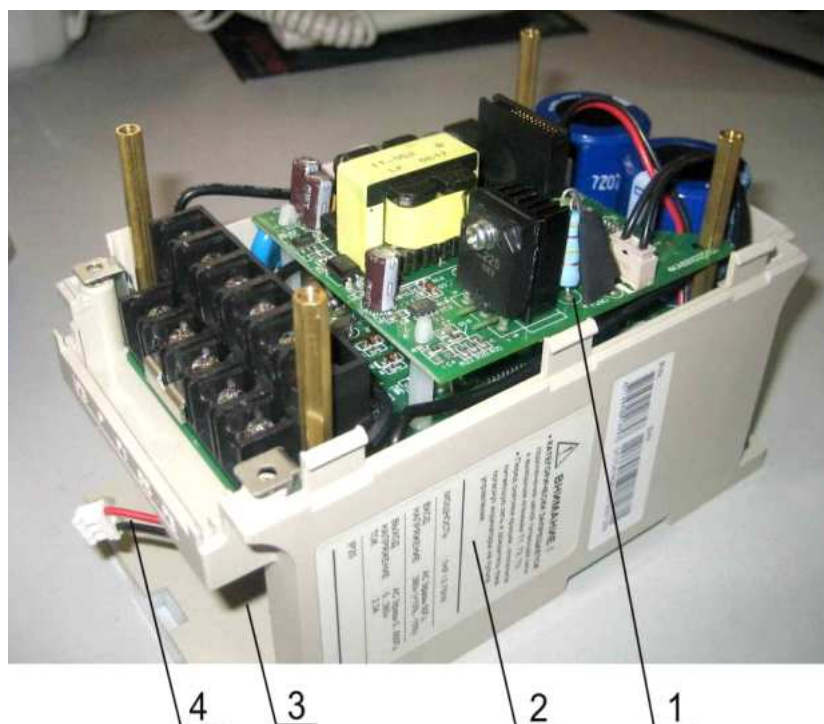

Рис. 7.17
- 7.5.1. Установить модуль ПЧ в основание корпуса 2 (рис. 7.17).
- 7.5.2. Вывести кабель 4 в окно 3 в основании корпуса 2 (рис. 7.17).